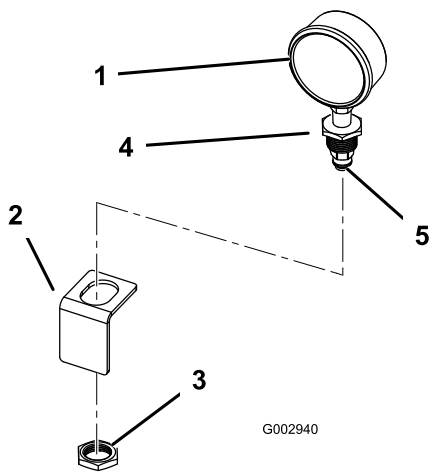

Bild 46
1. Wickeln Sie Teflonband links um das Gewinde des Druckmanometers und setzen Sie die Armatur des Reduzierstücks auf das Druckmanometer (Bild 46).
- Setzen Sie die schwarze Kunststoffarmatur auf die Armatur des Reduzierstücks am Druckmanometer (Bild 46).
- Bauen Sie das Druckmanometer in die Halterung unter der kreisförmigen Öffnung im Innern der Abdeckung des Steuerkastens ein. Befestigen Sie es mit der beiliegenden Mutter (Bild 46).